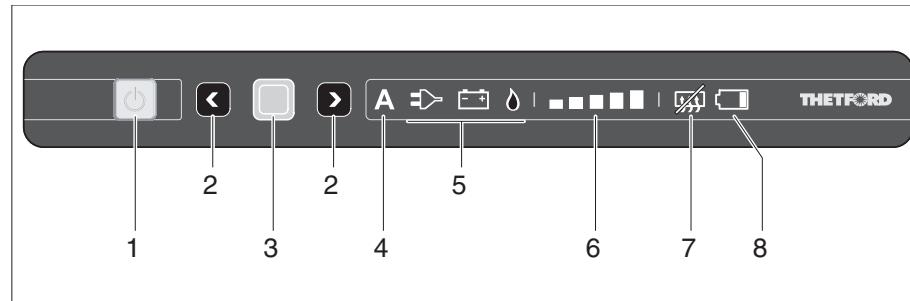

Fig. 356 Elementos de mando e indicación del frigorífico (Thetford sin SES)
- Presionar el pulsador (Fig. 356,1).
- Presionar el pulsador (Fig. 356,1) y retenerlo. Todas las luces de control se apagan.
Si se selecciona el funcionamiento automático, en el panel de mando se enciende el visualizador de funcionamiento automático (Fig. 356,4) y la mejor fuente disponible (Fig. 356,5).
- Pulsar la tecla de confirmación (Fig. 356,3) y retenerla. Los símbolos de modos de funcionamiento (Fig. 356,5) comienzan parpadear.
- Con las teclas de selección (Fig. 356,2) seleccionar el funcionamiento a gas y aceptar la selección con la tecla de confirmación (Fig. 356,3).
- Con las teclas de selección (Fig. 356,2) seleccionar el funcionamiento con 230 V y aceptar la selección con la tecla de confirmación (Fig. 356,3).
- Con las teclas de selección (Fig. 356,2) seleccionar el funcionamiento con 12 V y aceptar la selección con la tecla de confirmación (Fig. 356,3).
- Pulsar de nuevo la tecla de confirmación (Fig. 356,3). El visualizador de niveles de refrigeración (Fig. 356,6) comienza a parpadear.
- Con las teclas de selección (Fig. 356,2) seleccionar el nivel de refrigeración deseado y aceptar la selección con la tecla de confirmación (Fig. 356,3).